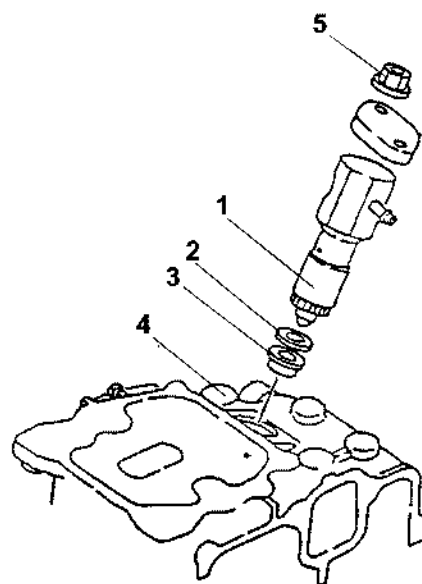

Рис. 36
Вставьте инжекционный клапан (Рис. 36, (1)) в головку (Рис. 36, (4)) вместе с шайбой (Рис. 36, (2)) и прокладкой форсунки (Рис. 36, (3)). Затем затяните специальной гайкой (Рис. 36, (5)).